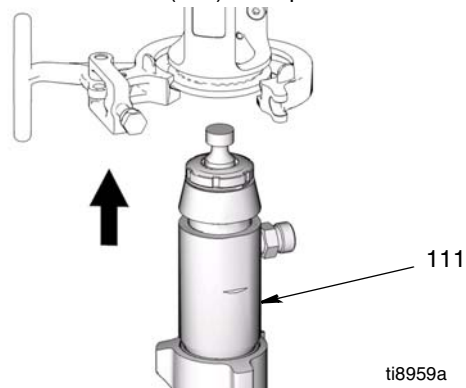

FIG. 14
2. (FIG. 14) Instale la bomba (111) en el pulverizador.